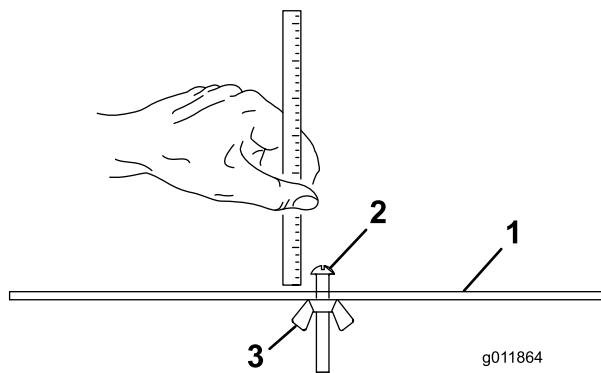

Figure 17
2. Desserrez l'écrou du gabarit (Figure 17) et tournez la vis de réglage de manière à obtenir la hauteur de coupe voulue.